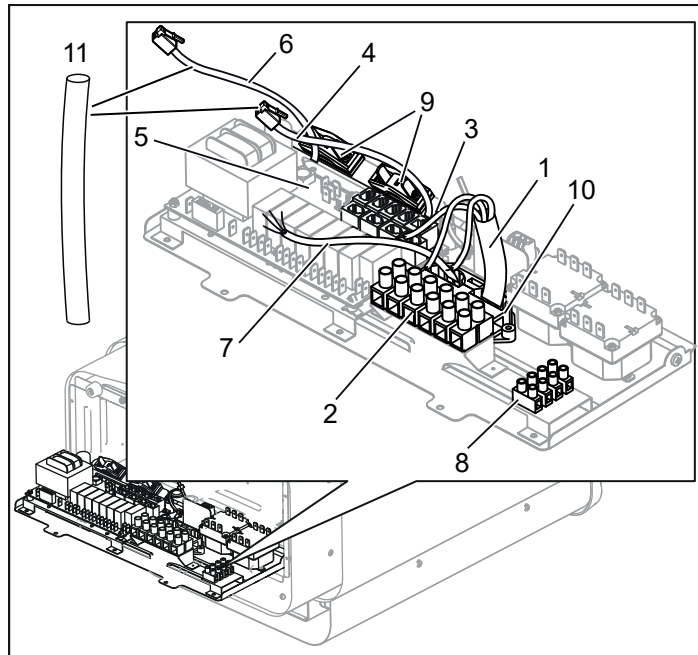
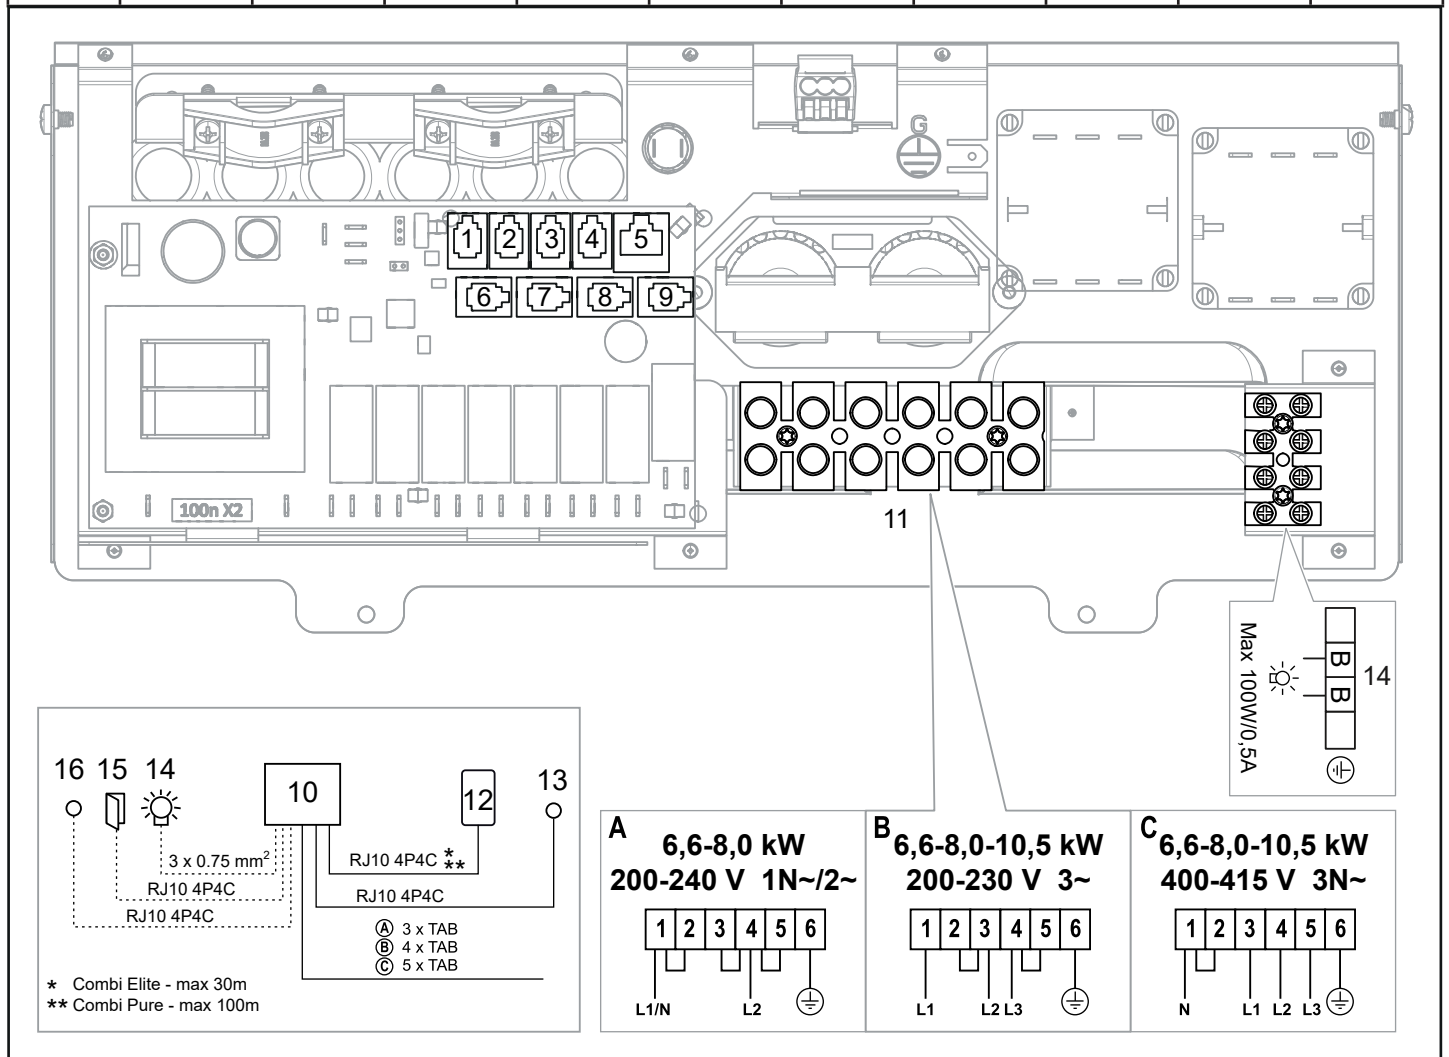

Abbildung 10: Leiterplatte
Abbildung 17: Schaltplan
- Verbinden Sie das Elektrokabel (1) mit der Klemme (2) (siehe Abbildung 10), wie im Schaltplan gezeigt (siehe Anschlussdiagramm/Schaltplan auf Seite 23).
- Führen Sie die Kabel für das Bedienpanel und den Temperaturfühler durch die Kabeltüllen (3). Verbinden Sie das Kabel des Bedienpanels (4) mit einem der vier RS485-Kontakte (Positionen 6-9) (siehe Abbildung 10), wie im Schaltplan gezeigt (siehe Anschlussdiagramm/Schaltplan).
- Combi Pure:** Verbinden Sie das Sensorkabel (6) mit dem NTC-Kontakt auf der Leiterplatte (Position 1) (5), wie im Schaltplan gezeigt (siehe Anschlussdiagramm/Schaltplan auf Seite 23).
**Combi Elite:** Verbinden Sie das Kabel des Feuchtigkeits- und Temperaturfühlers (6) mit einem der vier RS485-Kontakte (Positionen 6-9) (5), wie im Schaltplan gezeigt (siehe Anschlussdiagramm/Schaltplan auf Seite 23).
- Verbinden Sie das Lichtkabel (sofern relevant) (7), (siehe Abbildung 10) mit der Klemme (8), wie im Schaltplan in Abbildung 17 gezeigt.
Wenden Sie sich an den Tylö Kundendienst, bevor Sie Spannungen oder Phasennummern anschließen, die nicht im Schaltplan in Abbildung 17 abgebildet sind.